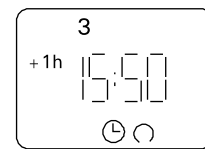

Рисунок 18
4. Четвертое нажатие **возвращает** ручное управление в режим реального времени, после чего запрограммированные периоды включения и выключения вступают в силу. (Рис. 18)
**ВНИМ! Включение каменки за пределами заранее запрограммированных периодов необходимо осуществлять ручной клавишей (3) блока управления (C260VKK). Таким образом Вы избежите блокирующие режимы.**